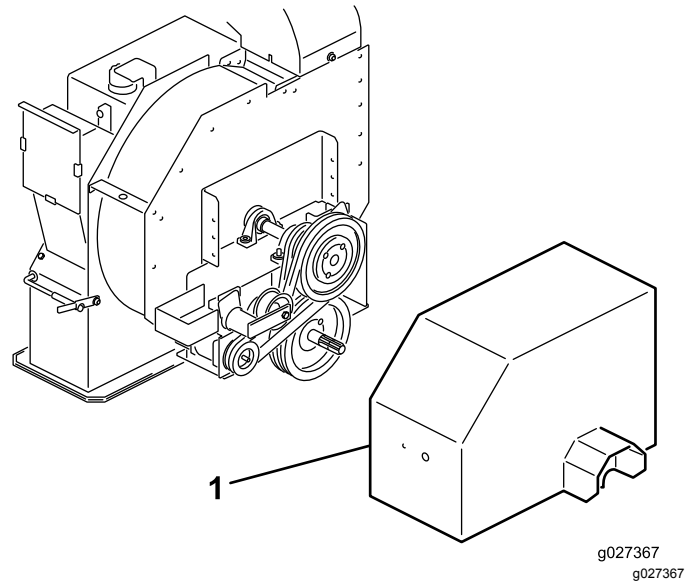

Рисунок 12
1. Снимите щиток привода, находящийся над шкивами в сборе (**Рисунок 12**).
1. Ослабьте болты и гайки крепления щитка привода к корпусу крыльчатки (Рисунок 12) и снимите щиток.
2. На задней стороне рамы ослабьте болт крепления натяжителя ремня к раме (Рисунок 12).